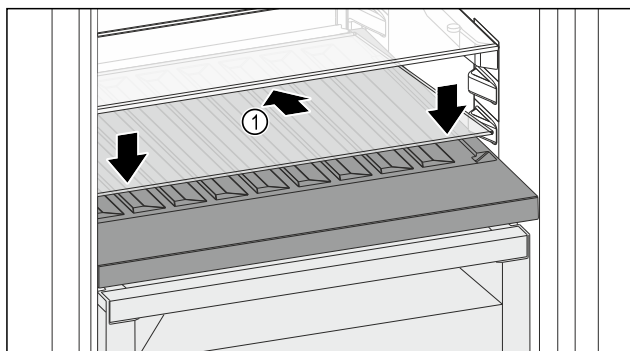

Fig. 116
- Coloque la placa de vidrio Fig. 116 (1) en ángulo e inclinada hacia atrás y hacia abajo.
- Levante la placa de vidrio Fig. 116 (1) por la parte delantera.